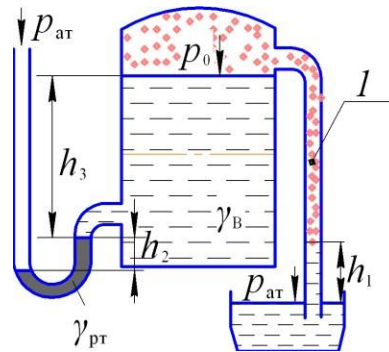

Рисунок 1.25
**Задача 22** (рис.1.25). Определить вакуумметрическое давление в резервуаре  $p_0$  и высоту подъема уровня воды  $h_1$  в трубе 1, если заданы высоты  $h_2$  и  $h_3$ . Удельный вес ртути принять равным  $\gamma_{\text{рт}} = 133,4 \text{ кН/м}^3$  и воды  $\gamma_{\text{в}} = 9,81 \text{ кН/м}^3$ . Исходные данные к задаче приведены в табл. 22.